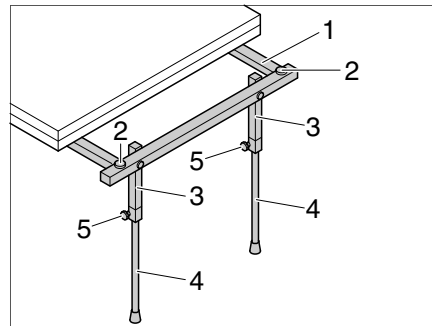

Fig. 114 Placer les supports à la verticale
- Le cas échéant, déployer des supports télescopiques (Fig. 114,3 et 4) pour stabiliser le plateau de table.